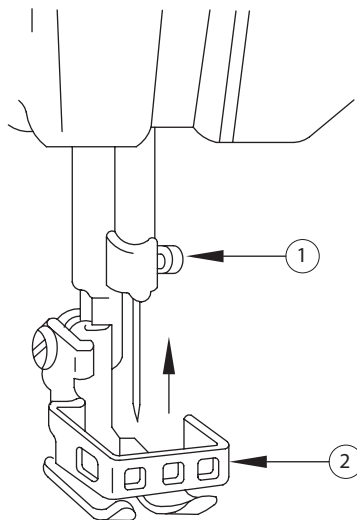

Figura 10
Desligue a máquina . Não opere a máquina sem o protetor de dedos (2) da figura 10.
Solte o parafuso “1” mostrado na Figura 10. Encaixe a agulha o máximo que puder na barra de agulha.